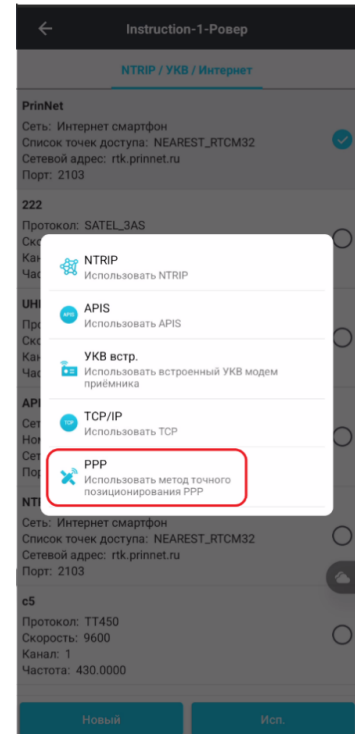

Рисунок 5.2.39
3. Нажмите Новый и выберите PPP (Рисунок 5.2.39).